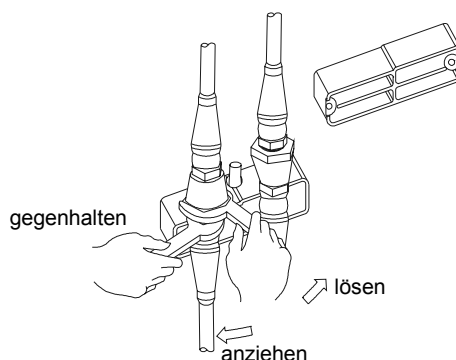

Bild 14
9. Schrauben Sie die linke Überwurfmutter mit dem beiliegenden Maulschlüssel SW 24 ab. Halten Sie dabei mit dem zweiten Maulschlüssel SW 21 am unteren Kupplungsteil gegen (Bild 14).